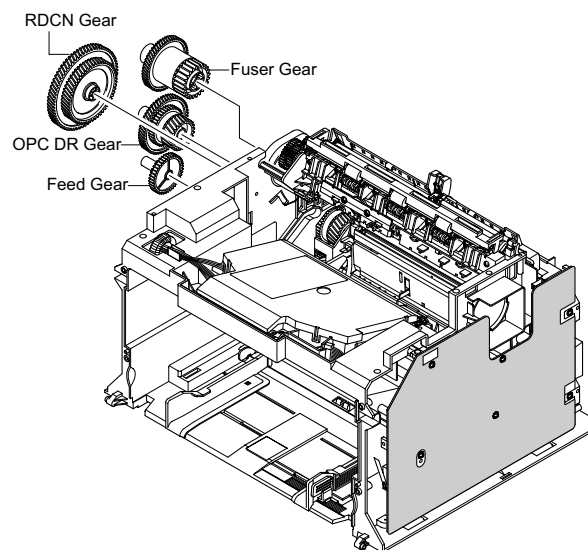

Рисунок 4
7. Снимите с рамы четыре шестерни (RDCN, OPC, фьюзера и подачи), рисунок 4.